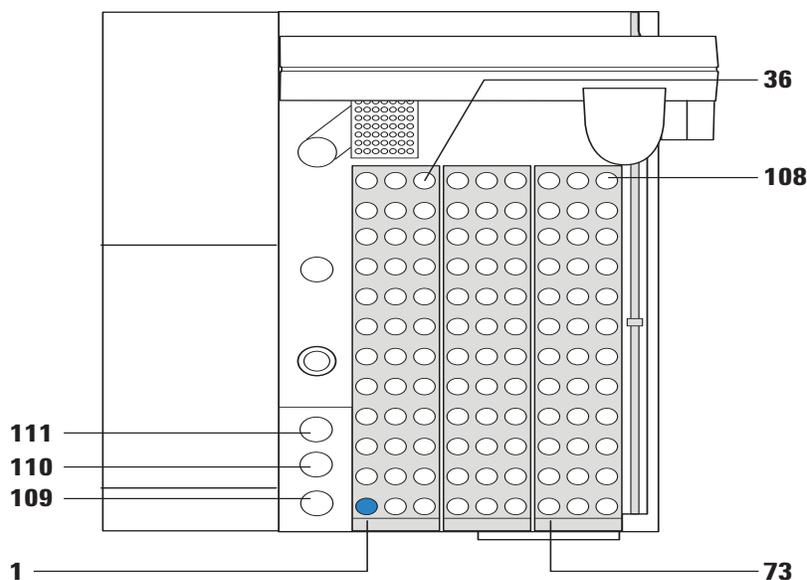

図 15 優先サンプルの位置
- 2 新しいサンプルバイアルを次の優先サンプルのロケーションに配置します。優先サンプルロケーション 1 を使用して開始します（図 15 を参照してください）。